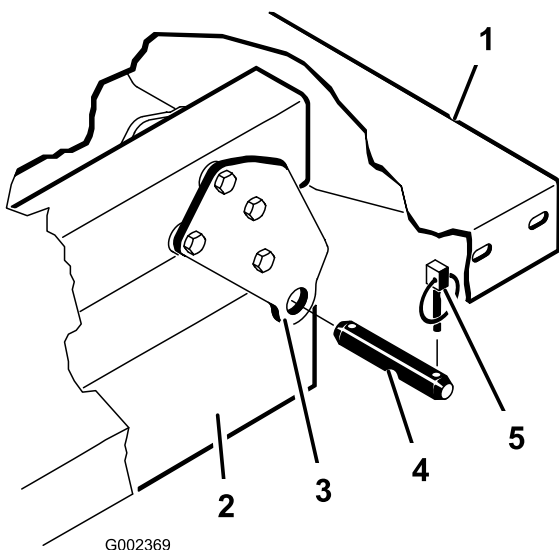

Bild 4
- Nehmen Sie die Klappstecker und die Lastösenbolzen ab, mit denen die Schwenkhalterungen an den Rahmenkanälen befestigt sind (Bild 4).